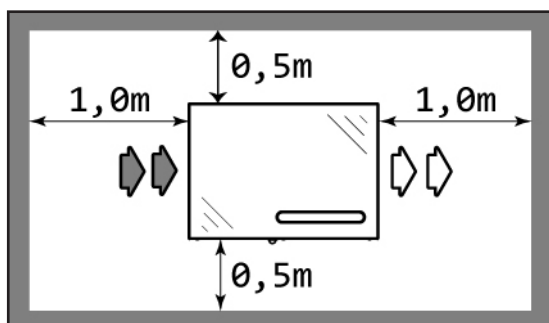

Fig.2 - Posizionamento e distanze minime
**Rispettare le distanze minime d'installazione riportate in Fig.2 e assicurarsi di lasciare sempre libere le griglie d'ingresso e uscita dell'aria.**
**Per rispettare la distanza minima di 0,5 metri di Fig.2 bisogna fare i fori ad almeno 0,8 metri da terra.**